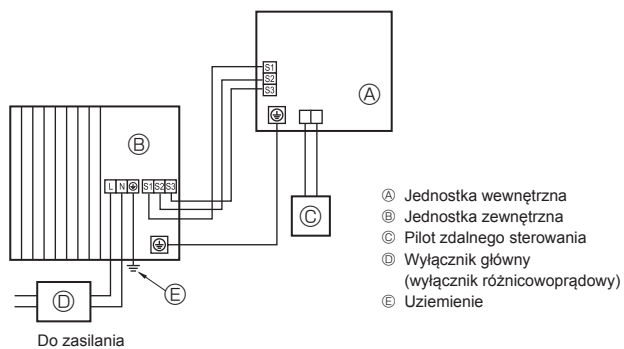
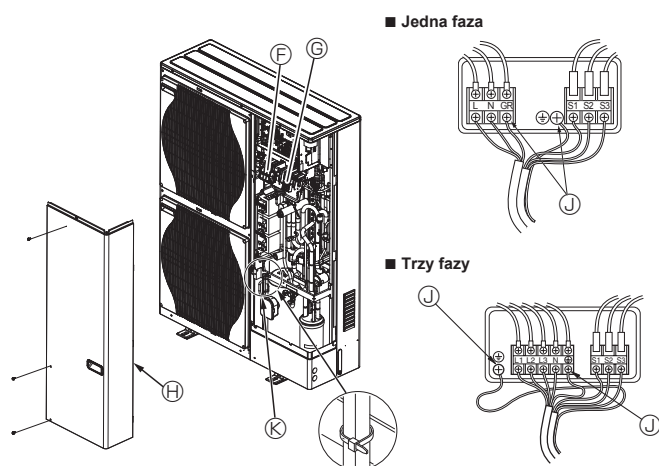

Fig. 5-1
Fig. 5-2
5.1. Jednostka zewnętrzna (Fig. 5-1, Fig. 5-2)
- ① Usunąć panel serwisowy.
- ② Podłączyć przewody zgodnie z Fig. 5-1 i 5-2.